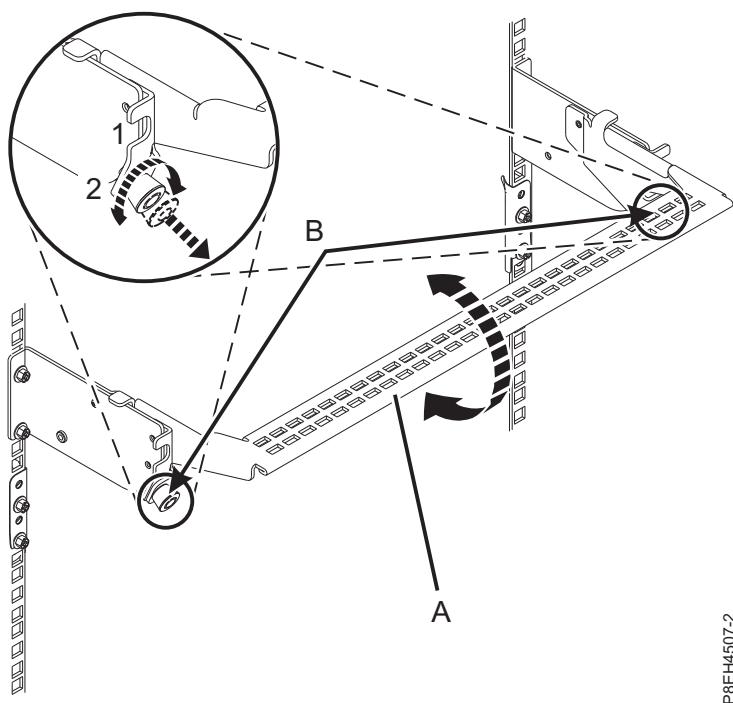

Figura 47. Colocación de la abrazadera portacables en la posición de servicio
8. En la parte posterior del cajón de expansión PCIe3, coloque la abrazadera portacables en la posición de servicio. Consulte Figura 47 en la página 45.